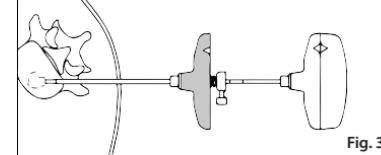

Fig. 3
- FIG. 3** Una vez que se retira la jeringa, inserte la manija (B) en el relleno (A) y empuje cuidadosamente hasta que llegue al extremo luer del relleno (A), mientras monitorea el flujo de cemento por imágenes.
BILD 3 När sprutan har avlägsnats för du in handtaget (B) i fyllningsanordningen (A) och trycker sedan saktt tills den kommer i kontakt med fyllningsanordningens (A) luerände, medan du övervakar cementets flöde med hjälp av avbildning.